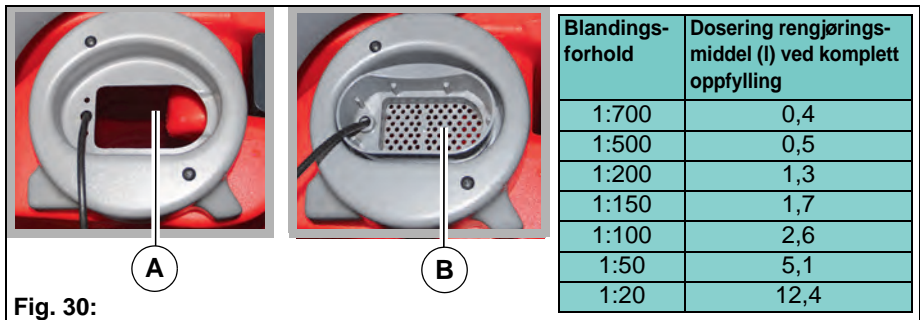

Fig. 30:
2. Fjern innsatsen i det grå dekselet **Fig. 30-A**.
4. Bland i rengjøringsmiddel i henhold til forskriftene fra produsenten gjennom silinnsatsen **Fig. 30-B** (se tabellen ovenfor).